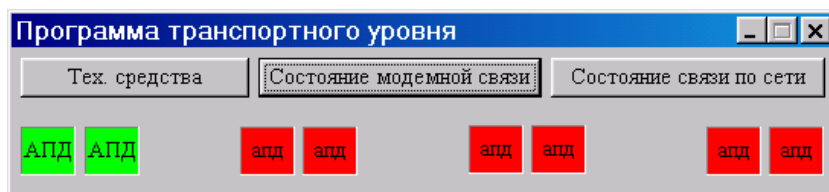

Рис.6
30) Войти в программу COM, дважды нажав левую клавишу мыши на иконке Ⓟ. Убедиться, что сконфигурированные порты отображаются в окне программы и идет процесс установки соединения, и далее обмена с УТОИ (рисунок 6):